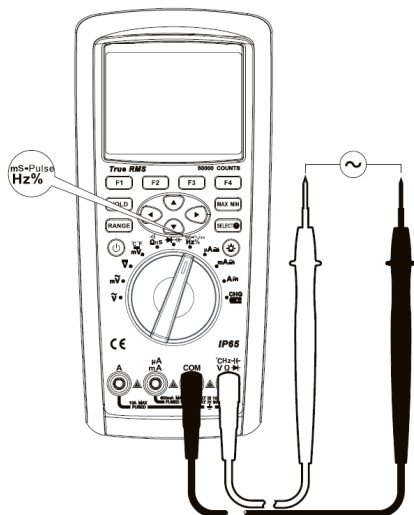

Figura 11
2. Posicione a chave rotativa para **"Hz % mS-Pulse"**, pressione o botão **"SELECT"** para selecionar a medida de frequência (Hz), Duty Cycle (Duty%) ou Largura de pulso (ms-Pulse) e então conecte as pontas de prova em paralelo na fonte do sinal sob teste, conforme **Figura 11**.